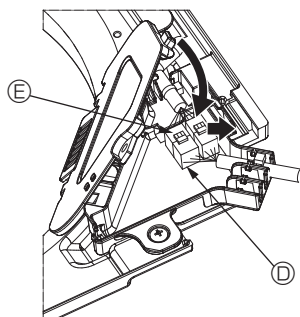

Fig. 5-10
- Après avoir placé les fils de la boîte de raccordement, refermez le couvercle de cette boîte. Veillez à ne pas pincer les fils. (Fig. 5-10)